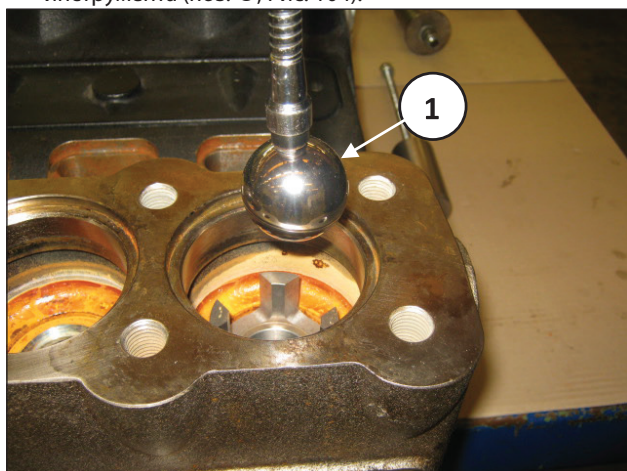

Рис. 104
- Д) Извлеките сферы с помощью магнита или другого инструмента (поз. ①, Рис. 104).